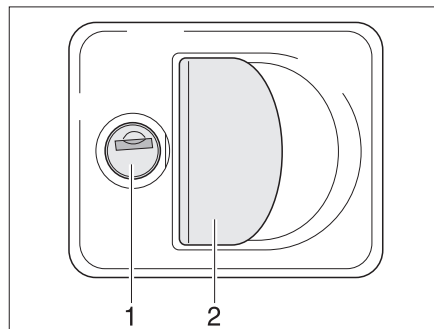

Bild 50 Lucklås med greppkåpa
- Stick in nyckeln i låscylinern (Bild 50,1) och vrid ett kvarts varv. Lucklåset är upplåst.
- Drag i låshandtaget (Bild 50,2). Den utvändiga luckan är öppen.